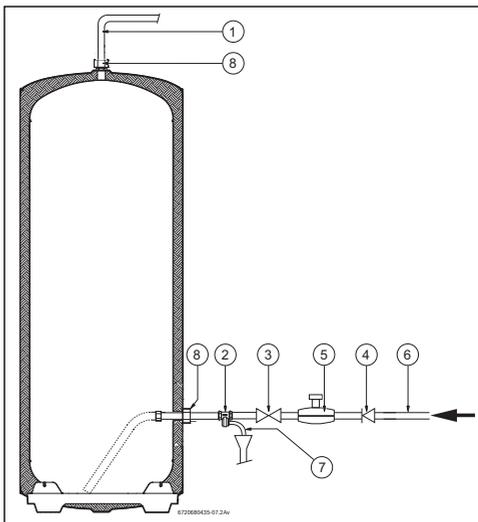

Fig. 7 Ligação de água
- ▶ Instalar a válvula de segurança na entrada de água do termoacumulador (→ ver Fig. 7).
Se a pressão de entrada de água for superior a 80% da pressão máxima do termoacumulador (6 bar), ou seja 4.8 bar, instalar uma válvula redutora (→ ver Fig. 7).
De forma a evitar problemas provocados por alterações de pressão súbitas na alimentação, aconselha-se a montagem de uma válvula anti-retorno a montante do termoacumulador. (ver Fig. 7, [pos. 4]).
- ▶ Feche a válvula de corte de água (→ ver Fig. 7).